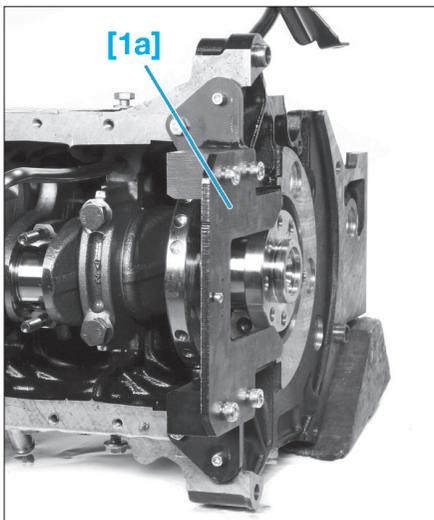
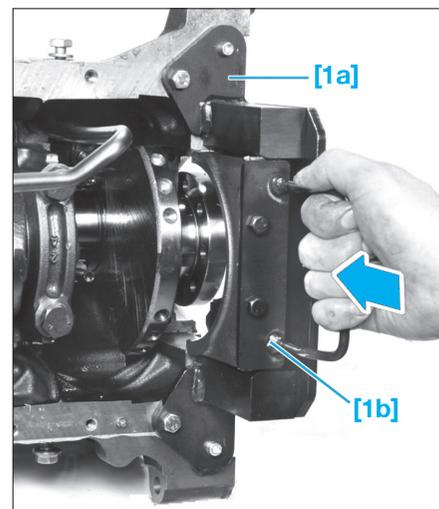

Fig. 73
Fig. 75
- [1]. Outil de mise en place des joints latéraux du palier n° 1 (réf : 0188-AG) (Fig.73) et (Fig.75).
- Monter l'outil [1a] de centrage du palier (Fig.73).
- Monter la poignée [1b] de l'outil [1a] sur le palier n° 1 (Fig.75).